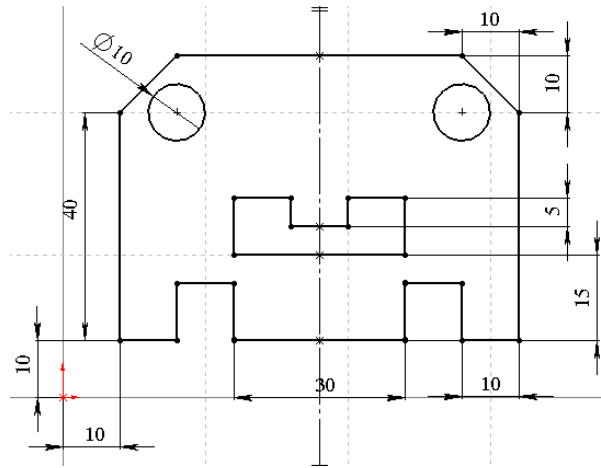

Рисунок 1.7
35. Виділіть ліву вертикальну лінію зовнішнього контура ескіза і початок координат. Перемістіть показчик по вертикалі вниз і проставте розмір 10. Тепер всі об'єкти мають чорний колір, тобто ескіз повністю визначений. Повністю визначений ескіз після додавання всіх необхідних взаємозв'язків і розмірів показаний на рис. 1.7. (Якщо ж ескіз визначений не повністю, необхідно додати розмір між правою і лівою зовнішніми вертикальними лініями. Значення цього розміру повинне дорівнювати 70).